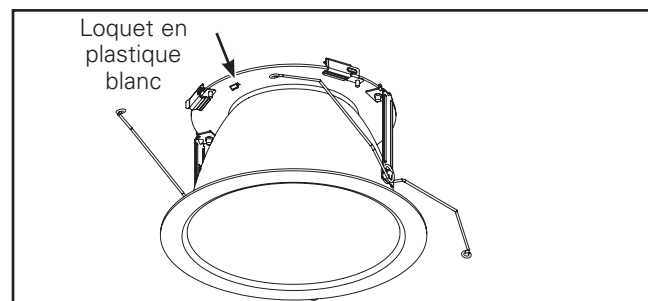

Figure 12
- Appuyez sur le loquet en plastique blanc pour retirer le réflecteur supérieur et nettoyer la lentille. (Figures 12 & 13).